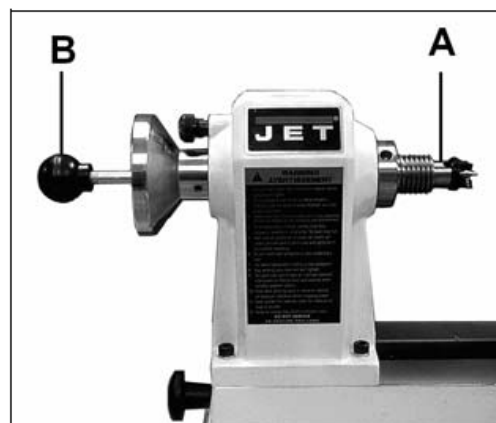

Рис. 9
**Торцовый поводок** (А, Рис. 9) вставляется в ось шпинделя и может быть удален из него с помощью выколотки (В, Рис. 9).